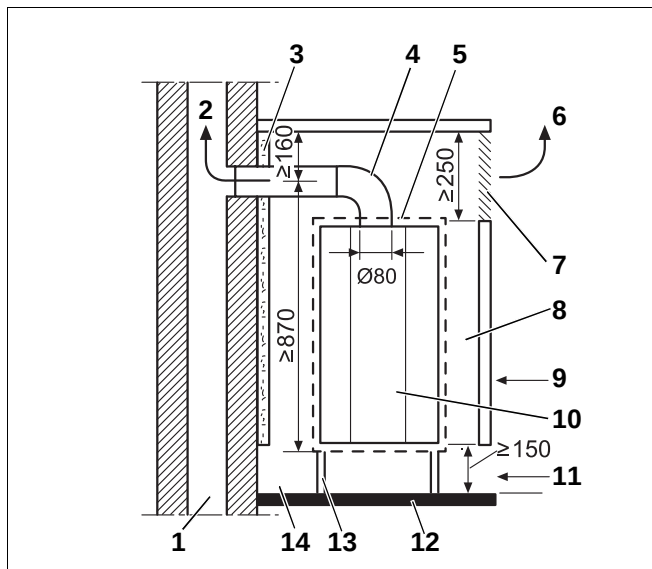

Abb. 5 Heizkammer, Heizeinsatz (Maße in mm)
- Halten Sie die in Abb. 5 eingetragenen Maße ein. Gegebenenfalls müssen sie durch entsprechende Maßnahmen auf die geforderten Werte gebracht werden.
- Verwenden Sie für die Heizkammer (Abb. 5, **Pos. 8**) einschließlich des Bodenbelages keine brennbaren Baustoffe. Beachten Sie die baurechtlichen Verordnungen für Kachelöfen und Warmluftzentralheizungen.
- Sorgen Sie für den notwendigen Mindestabstand von 150 mm zwischen Gasheizeinsatz und Boden (Abb. 5).